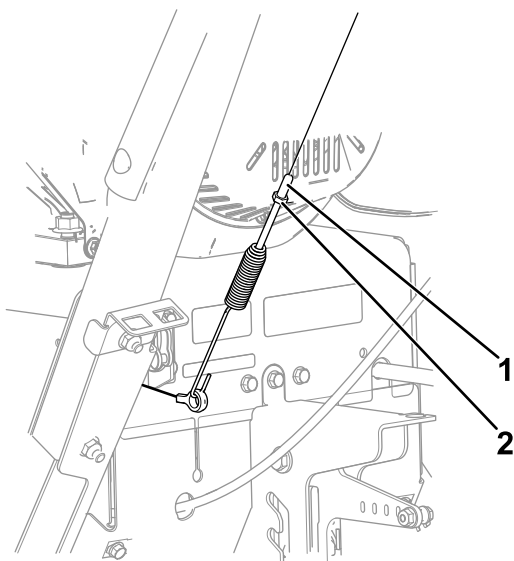

Bild 29
1. Lösen Sie die Klemmmutter (Bild 29).